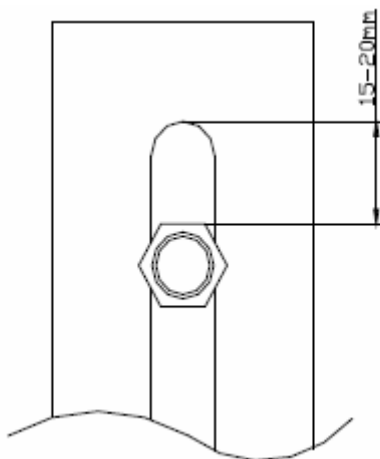

Figura 9. Clapeta de siguranta
- Asigurati-va ca clapeta de siguranta este in pozitia adecvata pentru ca sina de deplasare a clapetei sa fie vizibila la o lungime de 15-20 mm (**Figura 9.**)